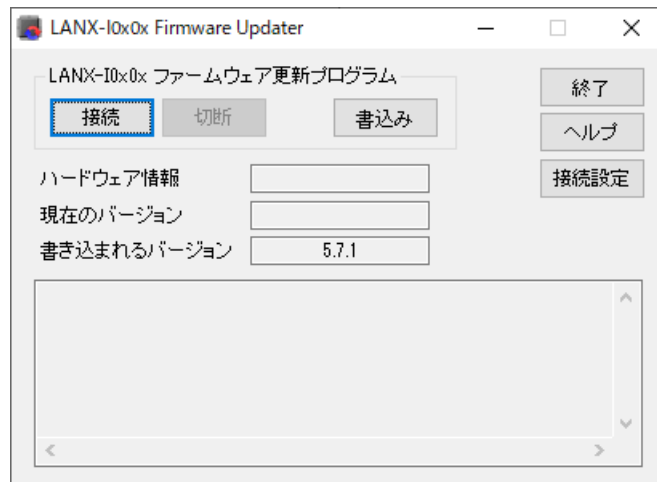

図 23 システムファームの更新画面
2. 設定ツールのメニュー画面(図 17)から[ファームウェア更新ツール]ボタンを押します。図 23 のような画面が表示されます。